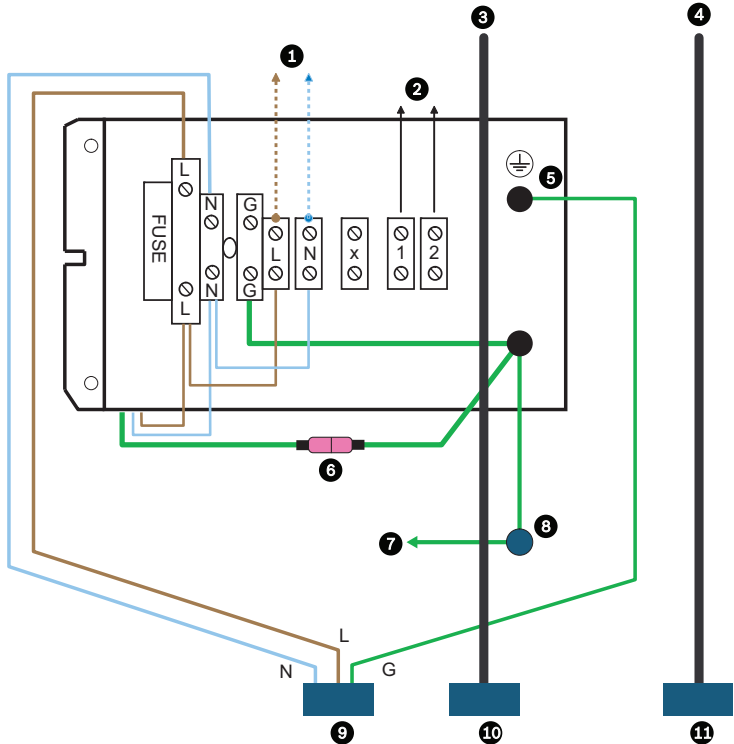

Bild 5.8 Schaltplan des Anschlussblocks
3. Schneiden Sie bei Kameramodellen mit 120 VAC und 230 VAC das Stromkabel ab. Lassen Sie jedoch genug Kabel für die Verbindung zum Anschlussblock. Entfernen Sie mindestens 6 mm und höchstens 8 mm Isolierung von der Kabellitze. Gehen Sie dabei vorsichtig vor. Die Kabellitze darf nicht beschädigt werden. Verbinden Sie diese Kabellitzen mit den Anschlüssen des Anschlussblocks (siehe *Bild 5.8*).